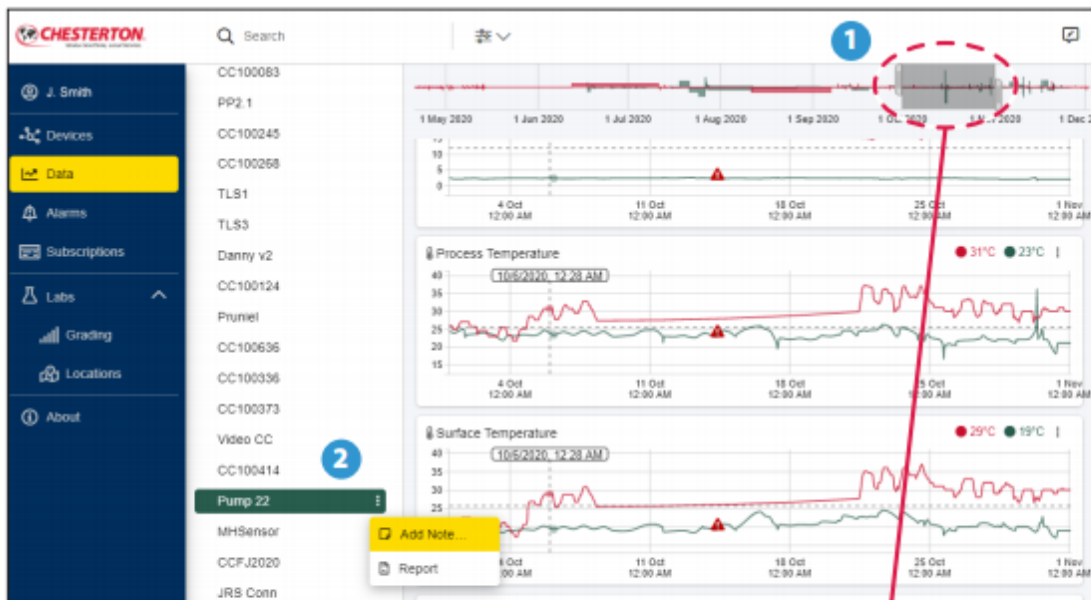

Figura 14b
- 2 Seleccione su sensor y haga clic en el icono de tres puntos, en el lado derecho del sensor, para **agregar una nota** (ver figura 14b).